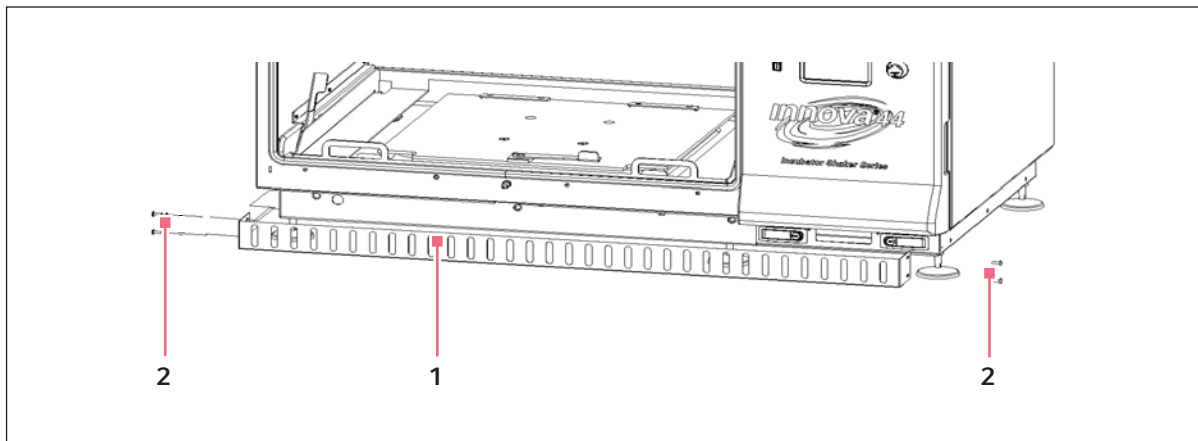

Abb. 6-1: Frontgitter installieren
3. Halten Sie das Frontgitter an seinen Platz (siehe Abb. 6-1 auf S. 22) und schrauben Sie die Flügelschrauben wieder ein.